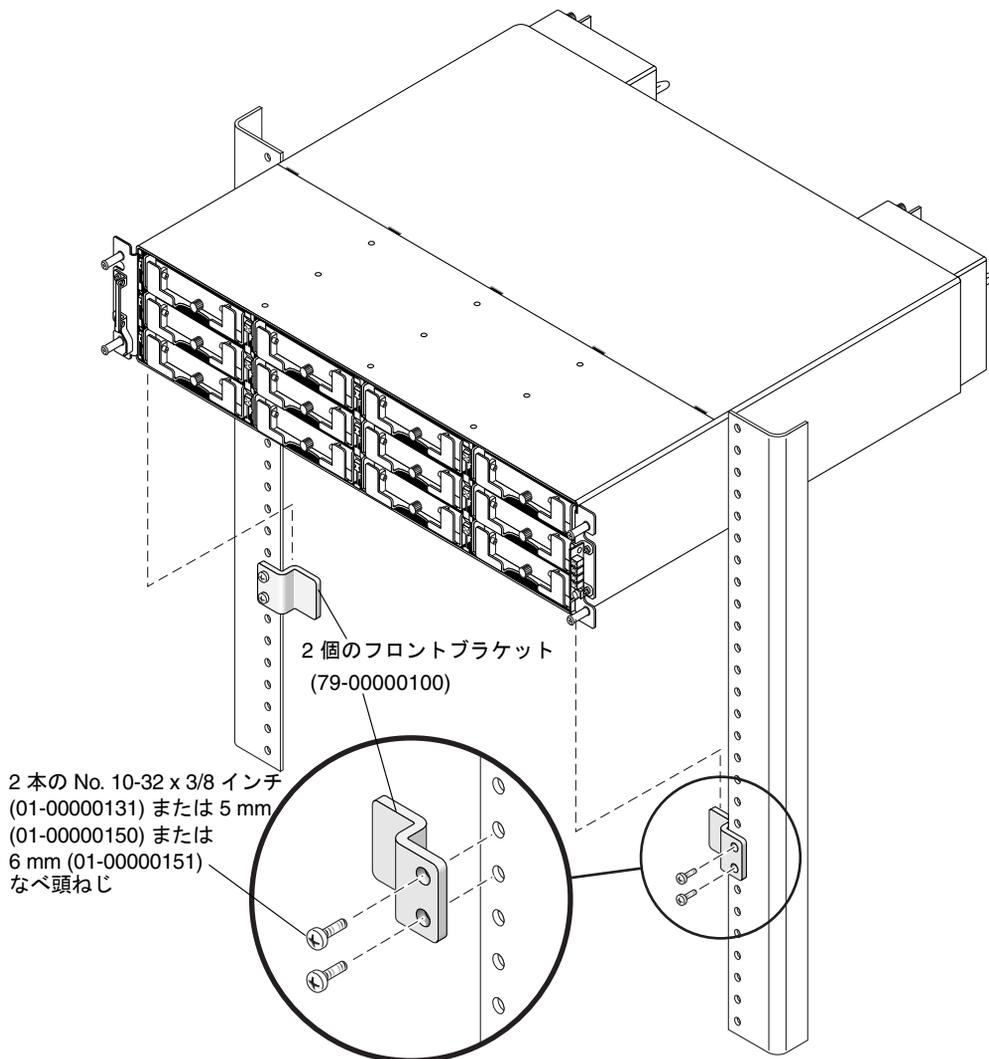

図 2-3 ラック前面のフロントブラケットの位置
a. 各フロントブラケットをラックの前面に取り付けます (図 2-3 を参照)。